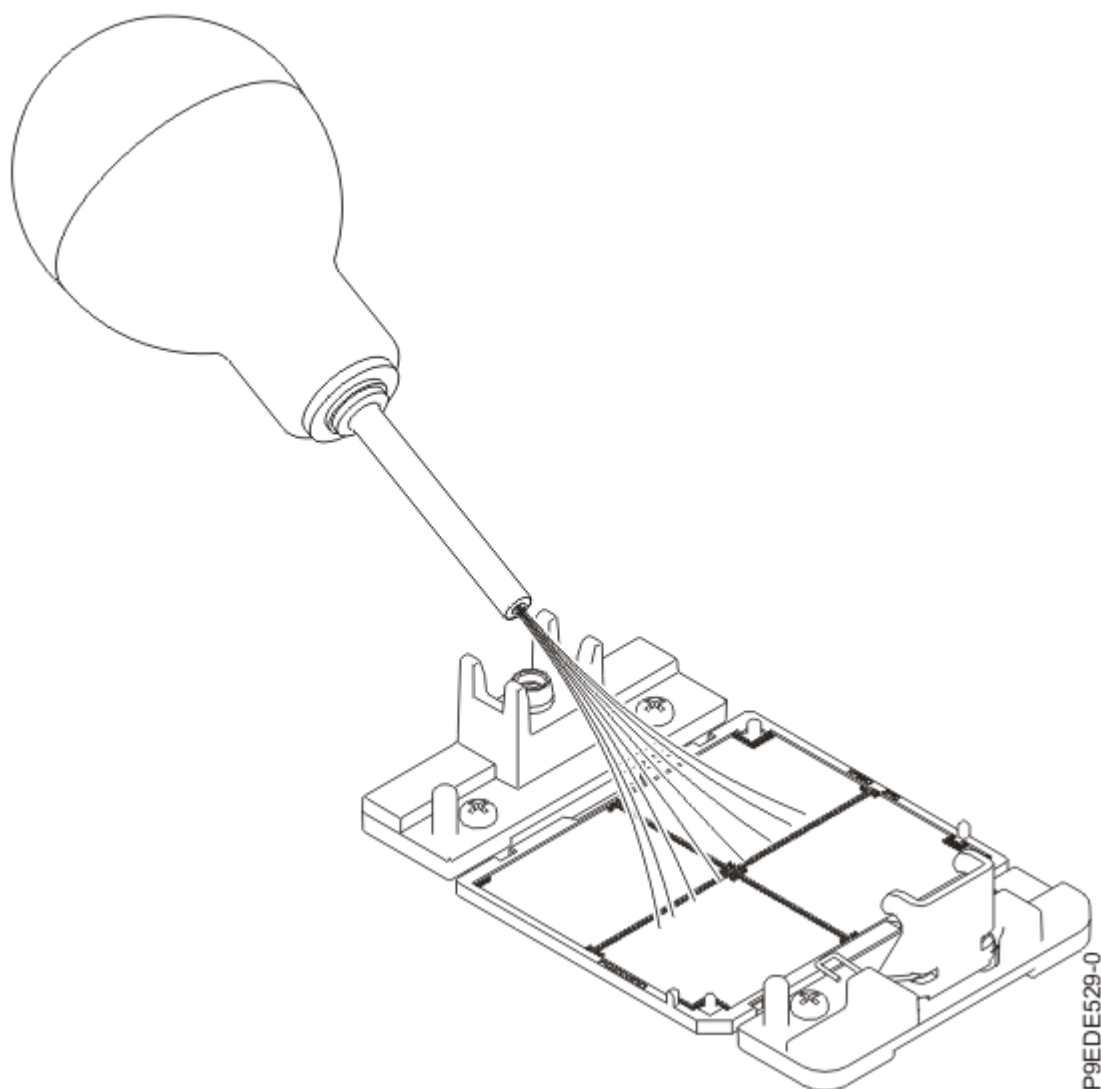

Figura 57. Eliminación de polvo y restos de suciedad del zócalo del procesador del sistema
- a) Si hay restos de polvo o suciedad en el zócalo del procesador del sistema, utilice la bomba de aire suministrada para limpiar el área del zócalo del procesador del sistema. Sopla pequeñas ráfagas de aire desde el centro a los lados del zócalo, como se muestra en la Figura 57 en la página 74.